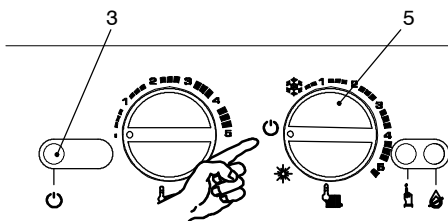

fig. 6.4
- 21 Apagar la caldera colocando el conmutador 5 en la posición "❄" fig. 6.4